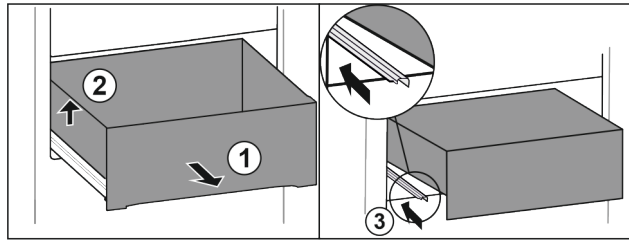

Fig. 92
- ▶ Vedä vetolaatikkoa ulos vasteseen saakka. Fig. 92 (1)
- ▶ Nosta vetolaatikkoa vasemmalta. Fig. 92 (2)
- ▶ Työnnä vasen kisko paikalleen. Fig. 92 (3)